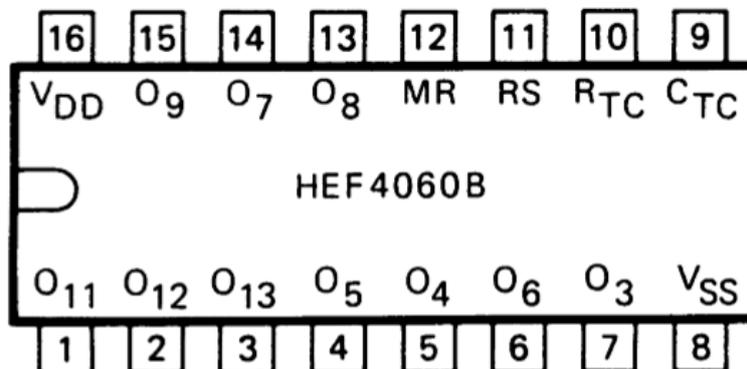

Figure 1: Schéma de branchement du CD4060, où  $V_{DD} = V_{in}$  et  $V_{SS} =$  masse.
1. Observez le schéma de branchement du circuit intégré tel que montré à la figure 1. Identifiez quelle broche correspond aux sorties  $CT3$ ,  $CT4$ ,  $CT5$ ,  $R7$ ,  $R8$ ,  $C1$  et la remise à 0.